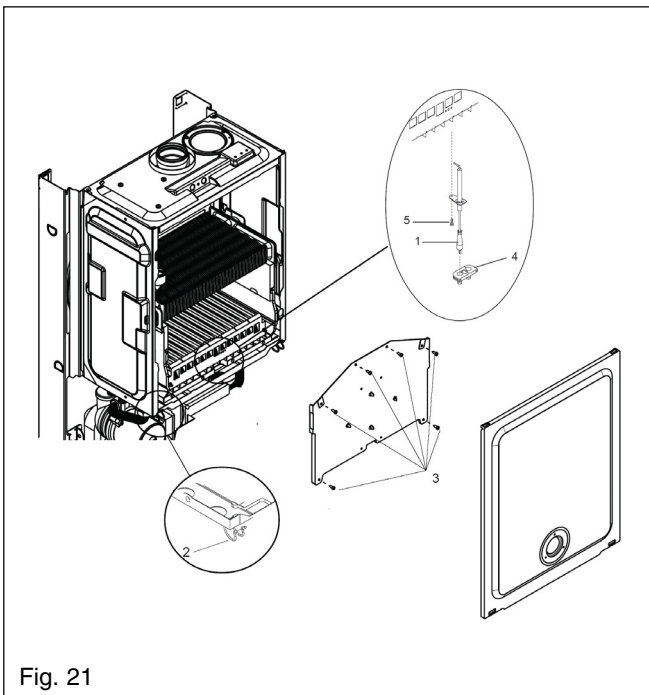

Fig. 21
**6.15 ELECTRODE, BURNER & INJECTORS fig. 21**